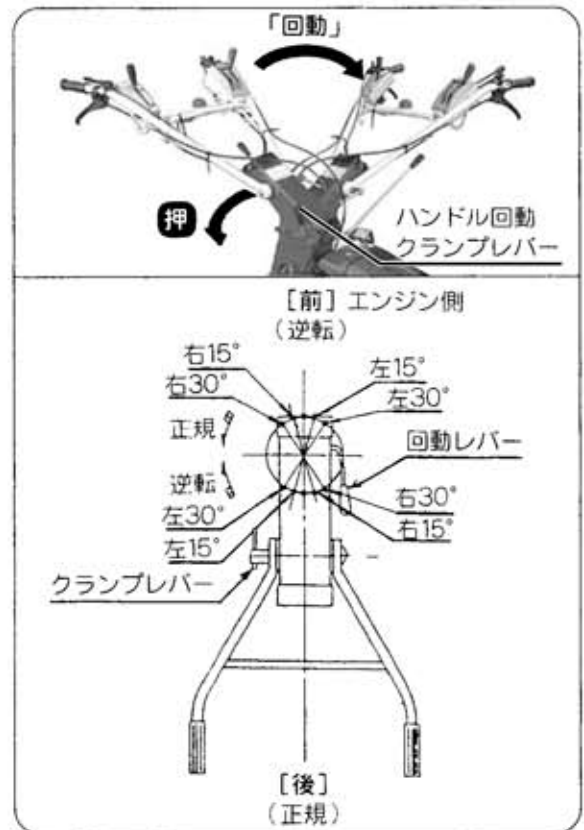

図52
(10) ハンドルの左右回動調節
- ① ハンドル回動クランプレバーを押し下げることにより、左側へ2段・右側2段の調節ができます。(ハンドル正転・逆転時)(図52)
- ② ハンドル回動クランプを確実に【ロック】位置にしてください。
- ③ 変速レバーの根元を持上げて、操作しやすい位置にセットしてください。
- ④ ギアが【後進(R)】に入っているときは、ハンドル回動できません。